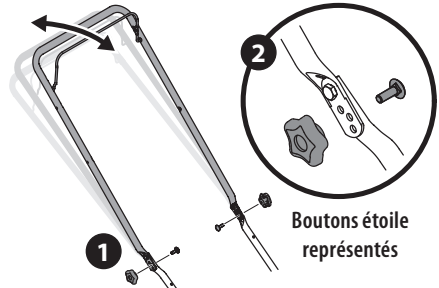

Figure 17
1. Retirez les deux boutons étoile ou les deux écrous papillon et les boulons de carrosserie du guidon. Voir Figure 17.
2. Placez le guidon dans une des trois positions. Voir Figure 17.